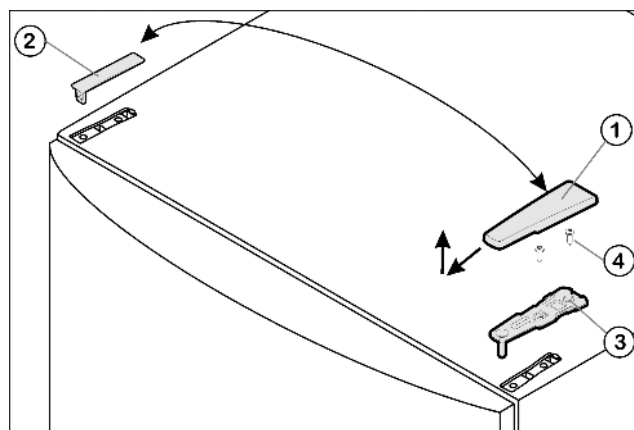

Fig. 4
- ▶ Retire hacia delante y hacia arriba la cubierta Fig. 4 (1).
- ▶ Desmonte la cubierta Fig. 4 (2).
- ▶ Desatornille el soporte de cojinete superior Fig. 4 (3)(2 Torx® 25) Fig. 4 (4) y extráigalo hacia arriba.
- Inserte el soporte de cojinete superior Fig. 4 (3) en el nuevo lado de la bisagra y en la puerta.
- Atornille el soporte de cojinete superior **(con 4 Nm)** para fijarlo (2 Torx® 25) Fig. 4 (4). Dado el caso, grabe los agujeros de tornillo o utilice un destornillador de batería.
- Coloque y encaje la cubierta Fig. 4 (1) y la cubierta Fig. 4 (2) desde fuera en el lado opuesto, respectivamente.